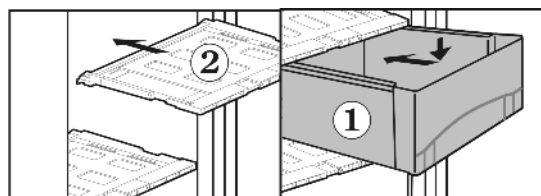

Fig. 15
► Nasazení víka zásuvky Fig. 15 (2): Výstupky víka zásuvky zavedte zespod do zadních držáků a vpředu zaklesněte do úchytu držáku.
► Zásuvky Fig. 15 (1) nasadíte na kolejničky a zcela zasuněte, až zásuvka slyšitelně zaklesne.